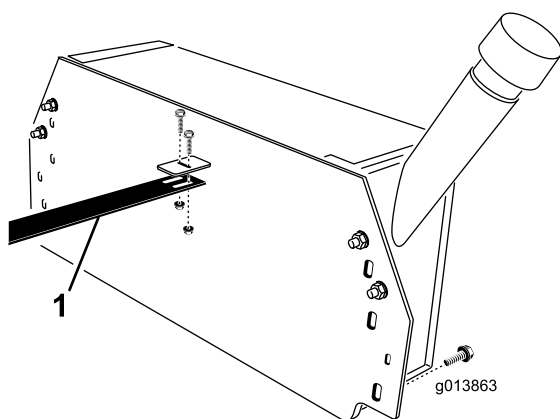

Figura 9
30. Utilizzando due dei bulloni da 1/4 x 3/4 pollici e i dadi di bloccaggio flangiati, attaccate la guida flessibile alla staffa sul serbatoio idraulico (Figura 9).